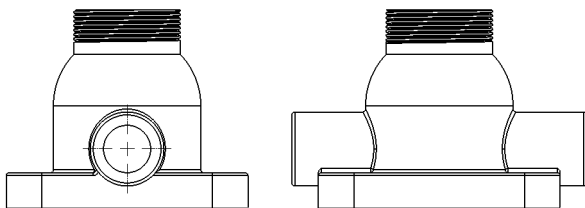

图 12-18 隐藏视图对象
(7) 执行操作后，即可隐藏视图对象，效果如图 12-18 所示。